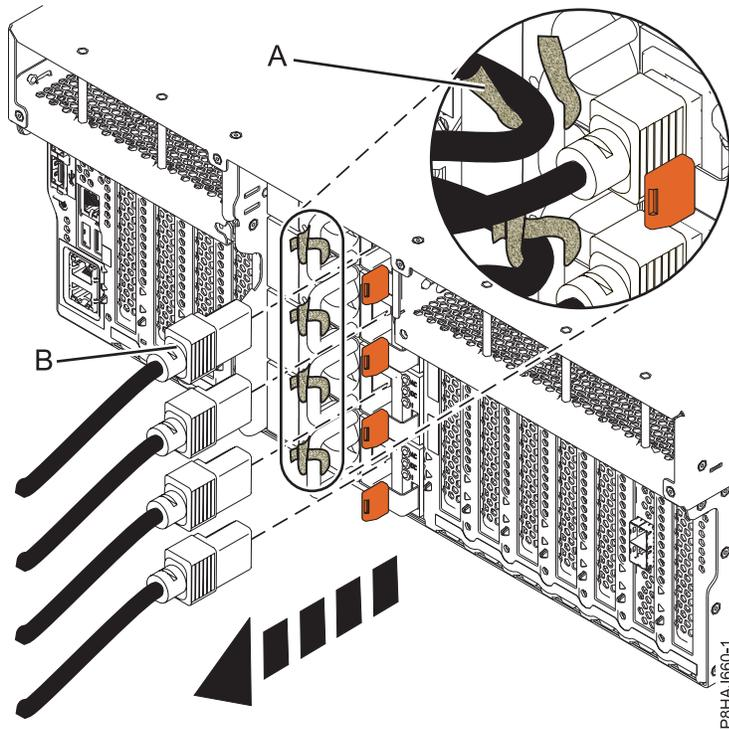
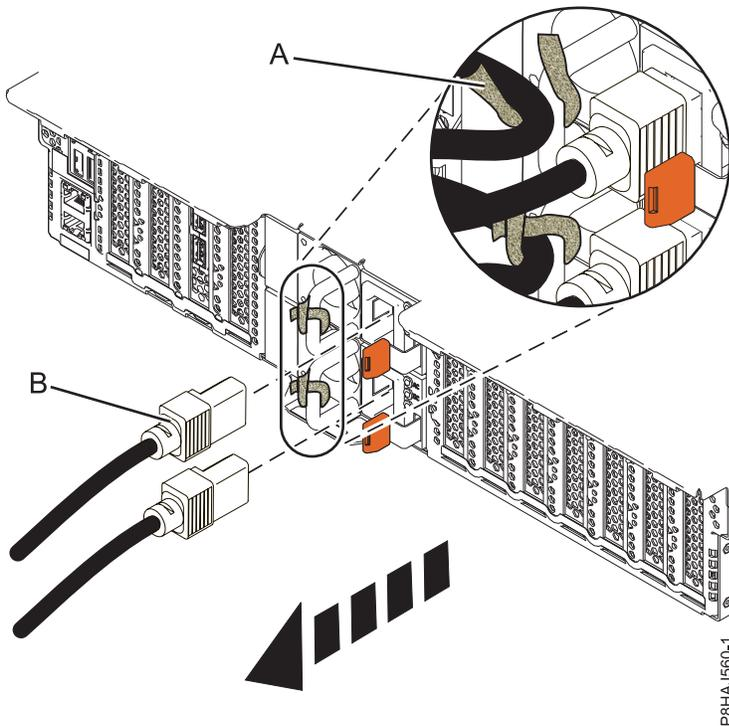
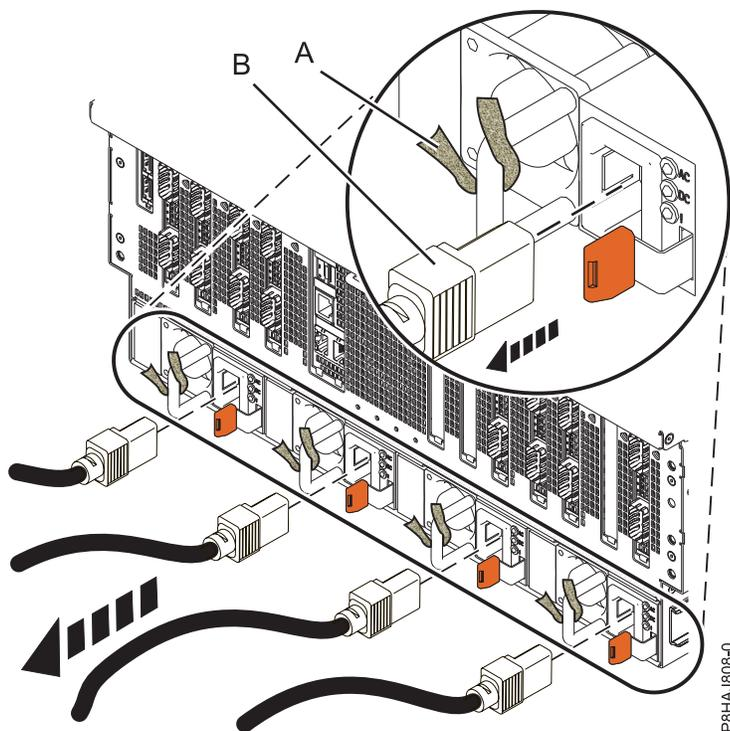

Figura 74. Extracción de los cables de alimentación de un sistema 8247-42L, 8286-41A o 8286-42A
Figura 75. Extracción de los cables de alimentación de un sistema 5148-21L, 5148-22L, 8247-21L, 8247-22L, 8284-21A o 8284-22A
Figura 76. Extracción de los cables de alimentación de un sistema 8408-44E o 8408-E8E
3. Desconecte los cables de alimentación (**B**) de la unidad del sistema. Consulte la Figura 74 en la página 105, la Figura 75 en la página 105 o la Figura 76 en la página 106 según el tipo de sistema.